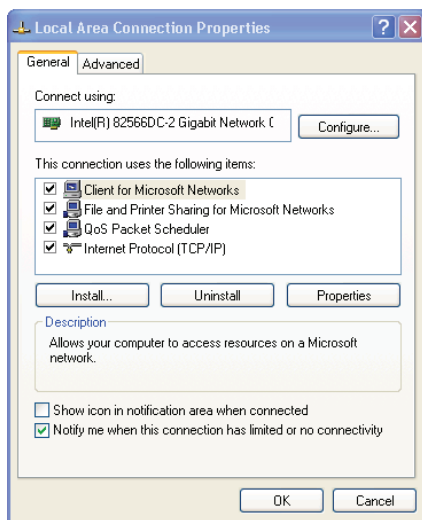

Рис. 10. Окно свойств локального подключения
5. Выберите протокол интернета (**Internet Protocol (TCP/IP)**) (см. рис. 10).